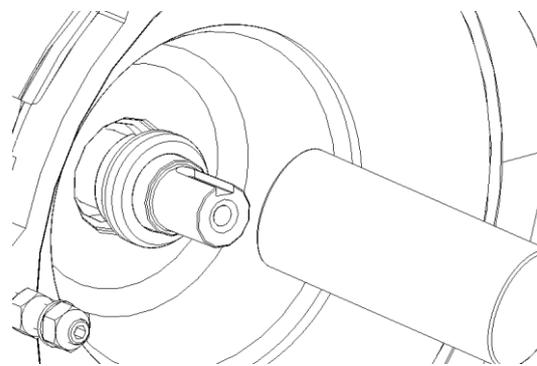

Рис. 21: Установочное положение с монтажной втулкой, конtringкольцом
- С монтажной втулкой, как показано на рис. 21, конtringкольцо с кольцом круглого сечения отодвигается назад до основания. (Внимание! При HJ 977 выемка на конtringкольце должна установиться на одной прямой с зажимным штифтом, который укреплен в корпусе).